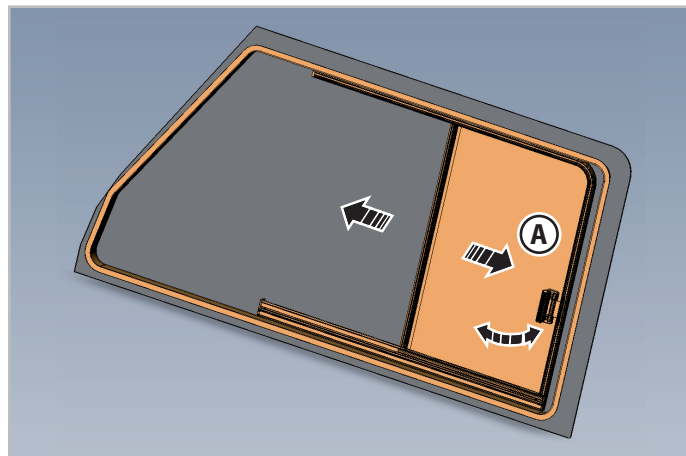

Fig.3.2 - Baie coulissante côté passager
1. Appuyer sur le crochet de la poignée arrière (A - Fig.3.2) et libérer celle-ci du dispositif de retenue pour débloquer la baie.
2. Tirer la poignée (A - Fig. 3.2) en ouvrant la baie jusqu'à la position souhaitée.
1. Tirer la poignée (A - Fig.3.2) en ramenant la vitre en position fermée jusqu'à ce que la poignée soit complètement accrochée au dispositif de retenue.